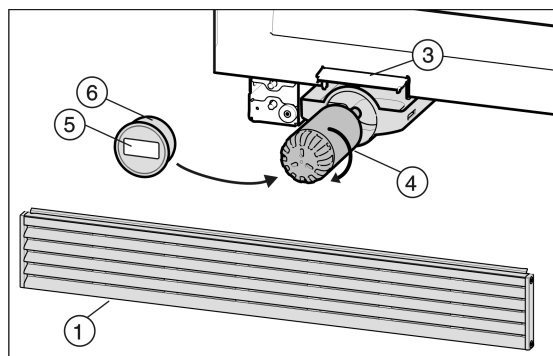

Fig. 9
- ▶ Coloque el filtro de agua nuevo Fig. 9 (4) y gírelo unos 100° en el sentido de las agujas del reloj hasta que haga tope.
- ▶ Coloque la tapa del filtro *Fig. 9 (6)*.
- ▶ Anote la fecha de la próxima sustitución en la etiqueta adhesiva *Fig. 9 (5)* suministrada y pegue dicha etiqueta en la tapa del filtro *Fig. 9 (6)*.
- ▶ Introduzca el filtro de agua *Fig. 9 (4)*.
- ▶ Cierre la tapa de cambio de filtro *Fig. 9 (3)*.
- ▶ Vuelva a colocar la rejilla de aire *Fig. 9 (1)* y presiónela hacia abajo. Debe quedar a ras del suelo.